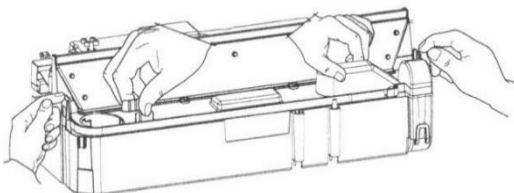

Fig 25
6. Heben Sie den Sumpf vorsichtig an (Abb. 25) und achten Sie darauf, dass sie waagrecht bleibt, damit kein Wasser verschüttet wird, Setzen Sie den Sumpf in den Ausguss.